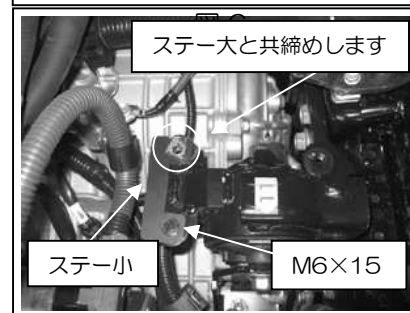

図 7
- ③ ステー小を M6×15 を使用し、車両前方のみエンジンマウント部に取り付けます。図 7 参照